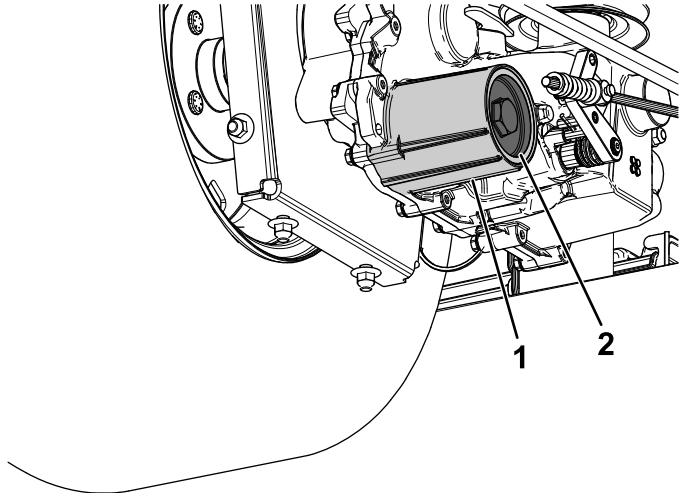

Figure 94
7. Déposez le couvercle du filtre à huile hydraulique de la boîte-pont pour vidanger le liquide (Figure 94).